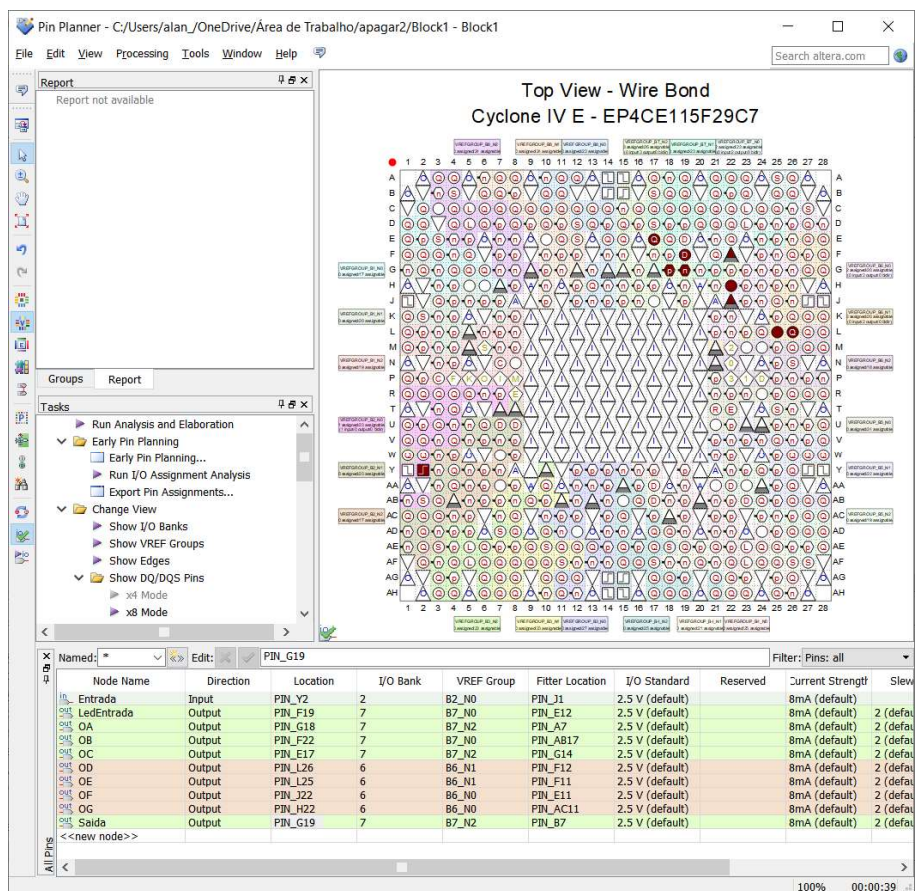

Figura 5 – Atribuição de pinos na ferramenta Pin Planner para este exemplo de projeto.
- 3) Usando agora o PIN PLANNER (), fazemos as designações dos pinos conforme Tabela 1. O resultado final deve ser algo similar ao visto na Figura 5.